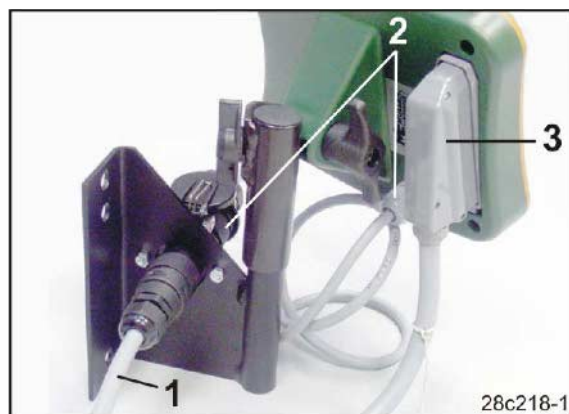

Рис. 69
2. Вставьте кабель питания (Рис. 69/1) консоль и в гнездо 12 В на тракторе.
3. Соедините консоль и терминал кабелем питания (Рис. 69/2).
4. Проведите кабель со штекером агрегата (Рис. 69/3) в кабину трактора и вставьте штекер агрегата в гнездо терминала.